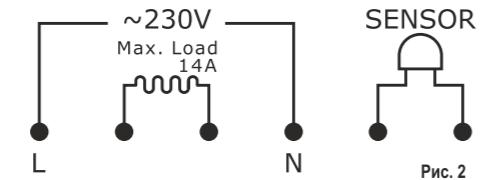

Рис. 2
- В пружинных гнездах клеммника (см. Рис. 2) синего цвета SENSOR зафиксируйте (при помощи кнопок желтого цвета) концы проводов датчика t° пола. Полярность этих проводов значения не имеет;